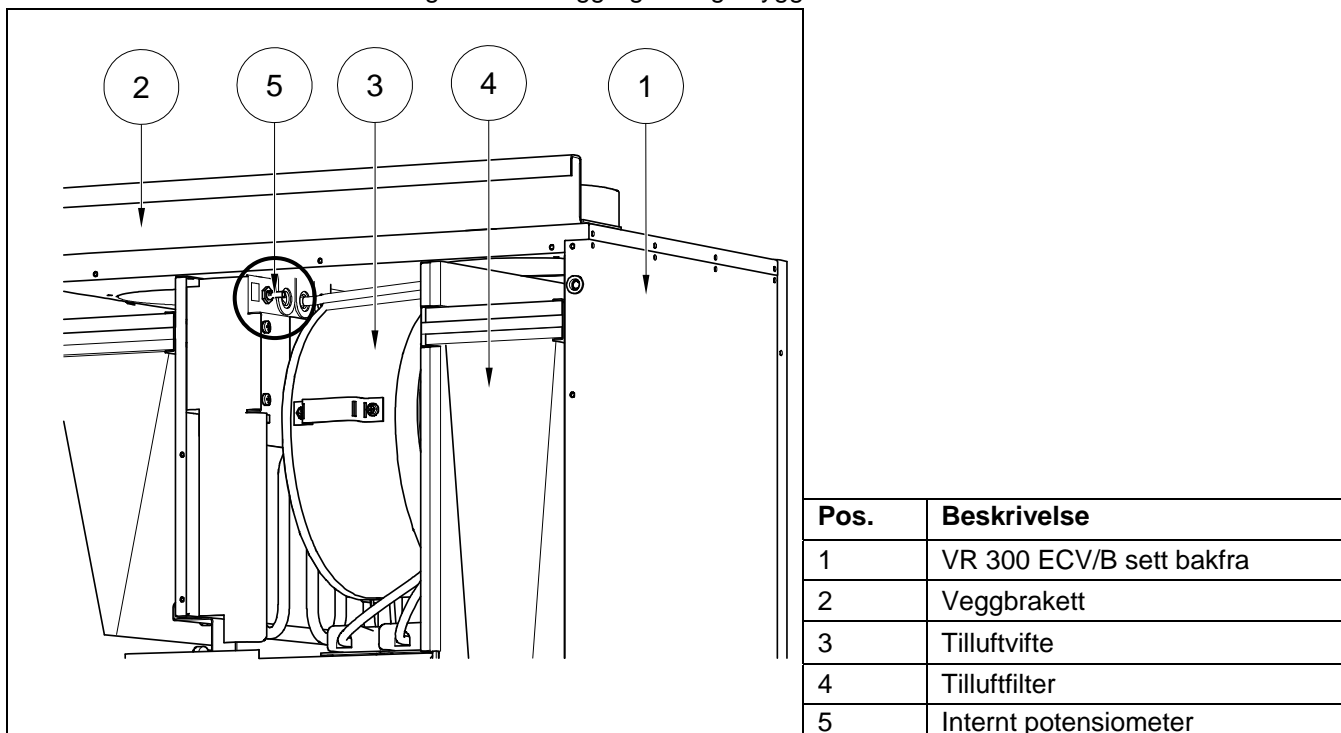

Fig.14
Tilluftviftens luftmengde kan reguleres fra bryter plassert inne i aggregatet, ved siden av tilluftviften (pos.5, **fig.14**). Bryteren, trinnløst potensiometer, gjør det mulig å redusere luftmengde på tilluftviften til 75% av avtrekksviftens. Herved sikres riktig balanse i aggregatet og i bygget.